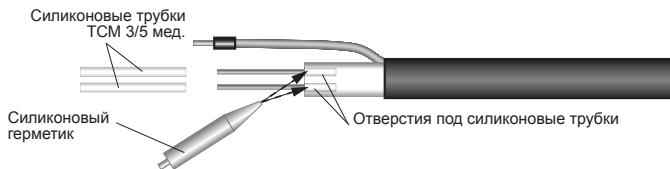

Рисунок 6
5.1.6. Заполнить отверстия в муфте соединительной, из которых выходят жилы, силиконовым герметиком. Надвинуть на жилы силиконовые трубки ТСМ 3/5 мед. и плотно вставить их в отверстия в соединительной муфте (см. рис. 6).